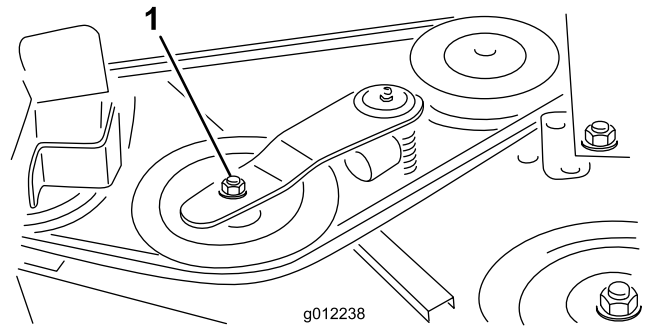

Figura 30
2. Con una chiave dinamometrica o uno strumento simile, allontanate la puleggia tendicinghia (Figura 30) dalla cinghia di trasmissione per allentare la tensione